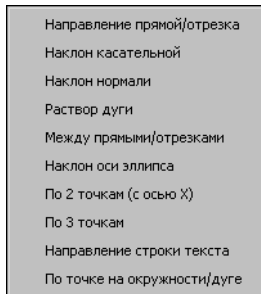

Рис. 8.15. Меню Геометрического калькулятора при задании угла
5. Вызовите контекстное меню в поле угла наклона первой оси эллипса. Это меню содержит команды геометрического калькулятора для задания угла (рис.8.15).